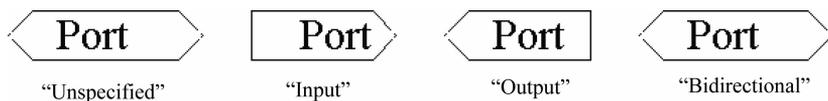

图 4-100 四种端口类型
(3) 在“端口属性”对话框的“属性”区域的“I/O 类型”下拉列表框中选择端口的类型。根据端口标签上的信号流向，共有四种端口类型可供选择，分别是“Unspecified”“Input”“Output”和“Bidirectional”，其标志分别如图 4-100 所示。